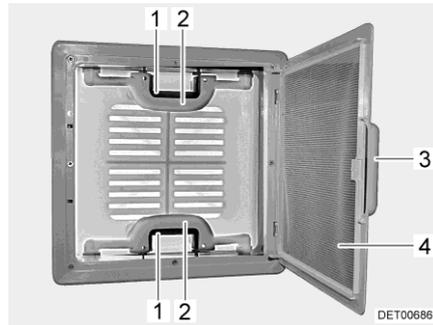

Fig. 20 Lanterneau à pousoirs
- Tirer sur la poignée (Fig. 20,3).
- Rabattre la moustiquaire (Fig. 20,4) vers le bas.
- Appuyer sur le verrou (Fig. 20,1) vers l'intérieur du lanterneau. Pousser le lanterneau simultanément vers le haut par la poignée (Fig. 20,2).
- Faire basculer la moustiquaire (Fig. 20,4) vers le haut jusqu'à ce qu'elle s'enclenche.
- Tirer fortement le lanterneau vers le bas par les deux poignées (Fig. 20,2) jusqu'à ce que les deux poussoirs (Fig. 20,1) s'encliquettent.